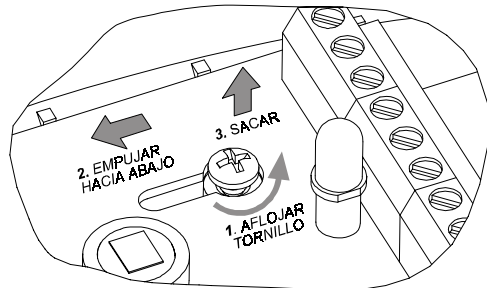

Figura 4. Extracción circuito
B. Afloje el tornillo (no hace falta soltarlo) de ajuste vertical, deslice el circuito impreso hacia abajo y quítelo a través del agujero en forma de cerradura (vea Figura 4).
B. Quite el circuito impreso (vea Figura 4) y póngalo temporalmente aparte.